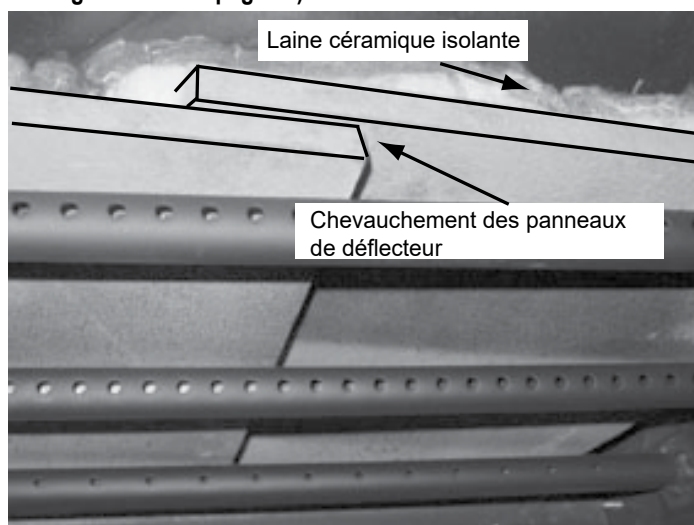

Figure 23.1
3. Une fois que le couvercle de protection du déflecteur a été enlevé, tirez en avant les panneaux du déflecteur et la laine céramique d'environ 25 mm (1 po), puis chevauchez les déflecteurs entre 25 et 51 mm (1-2 po) (**Figure 23.1**).